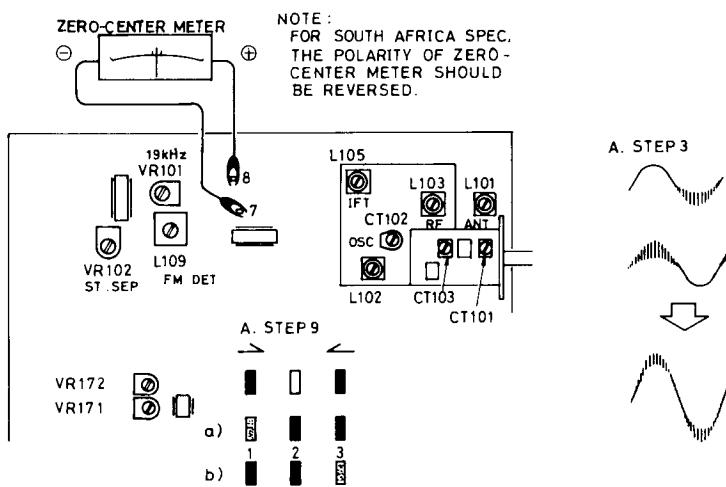

Fig. 3
3. Receive 90MHz signal from FM Signal Generator. Antenna input should be set to the optimal level where adjustment can be carried out satisfactorily with the appropriate amount of noise contained in the signal wave (3μV-5μV). Adjust FM IFT L105 so that the waveform is largest and contains noise uniformly on the top and bottom of the waveform. (See Fig. 3.)
- b) Set the SG to a position 50kHz lower than 90MHz, and adjust potentiometer VR171*³ so that LED 3 dimly glows. See Fig. 3.
3. Recevoir le signal de 90MHz du générateur de signal MF. L'entrée de l'antenne doit être réglée au niveau optimal où le réglage peut être mis à exécution d'une manière satisfaisante avec la quantité appropriée de bruit contenue dans l'onde de signal (3μV-5μV). Régler FM IFT L105 de sorte que la forme d'onde soit plus grande et contienne le bruit uniformément sur le sommet et le fond de la forme d'onde. (Fig. 3)
- b) Placer le générateur de signal à une position de 50 kHz plus basse que 90MHz, et régler le potentiomètre VR171 de sorte que la LED 3 s'allume légèrement. Voir la Fig. 3.